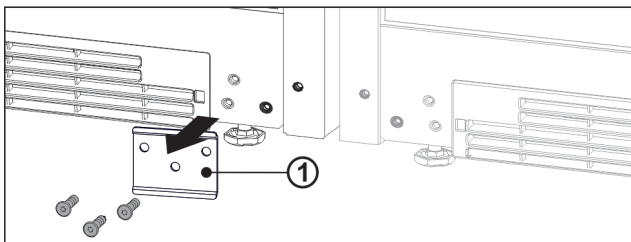

Fig. 14
- Se è integrata la lamiera Fig. 14 (1), svitarla.